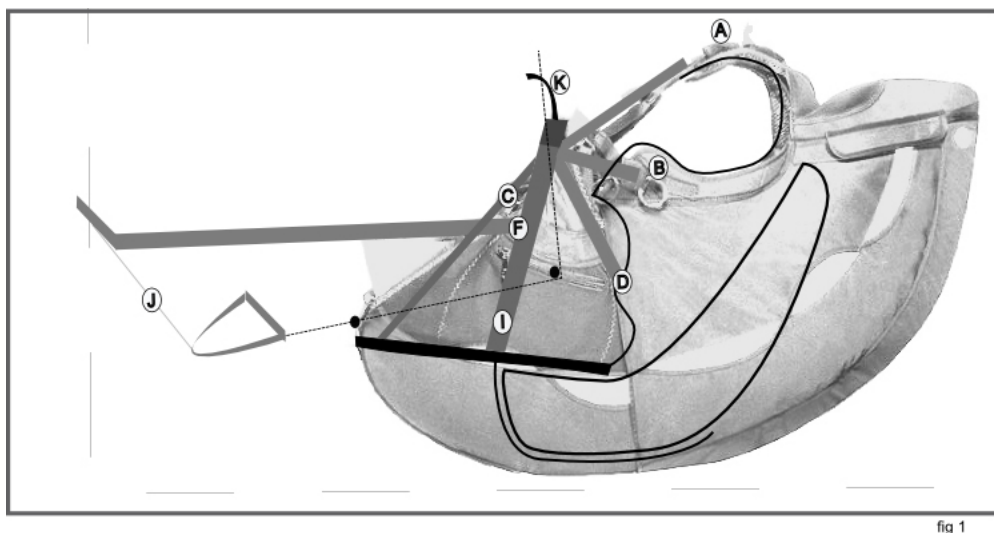

fig 1
a) Sangles d épaules (A) : (figure 1)
b) Sangles dorsales (B) : (figure 1)
c) Sangle d'inclinaison du plateau : (figure 1)
d) Sangles d'appui lombaire (D) : (figure 1)
f) Sangle de cale pied (F) : (figure 1)